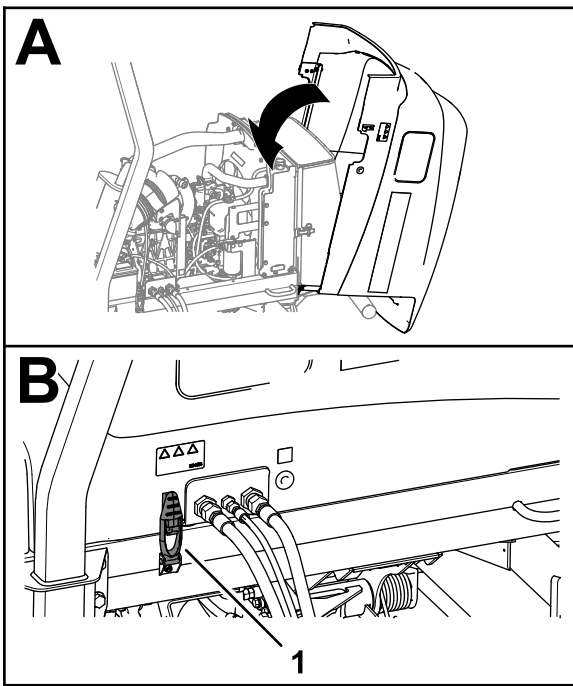

Bild 102
1. Schließen Sie die Haube vorsichtig (Bild 102).